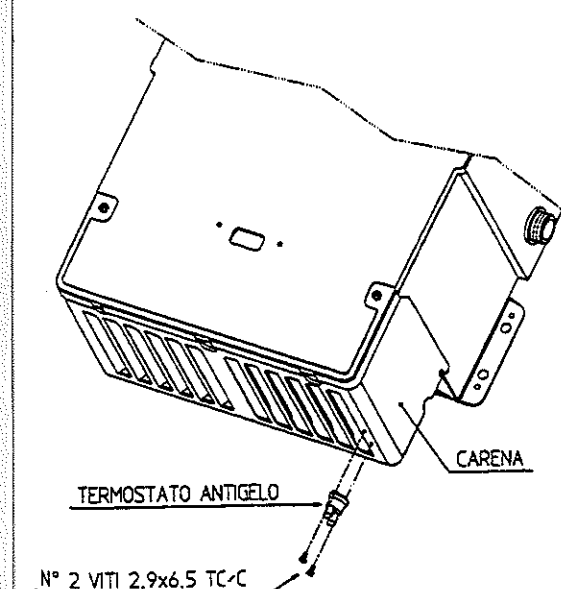

Fig. 3 (camera aperta)
- 4 Montare il termostato antigelo, collegare il cavo contenuto nel cablaggio e posizionare il cappuccio protettivo sopra il termostato (vedi figure 3 e 4).